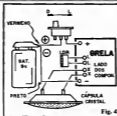

Fig. 4
O complemento visual das instruções de montagem está na Fig. 4, com a placa ainda vista pelo lado dos componentes, porém ressaltando-se as conexões externas. Observar o LDR ligado às alças (L), lembrando que, embora a figura mostre tal conexão de forma direta, nada impede que o LDR seja ligado à placa por um par de fios de qualquer comprimento, conforme exigir o tipo de instalação, "excitadamente" ou utilização que o leitor pretenda dar ao GRELA. Outro ponto importante é o que se refere